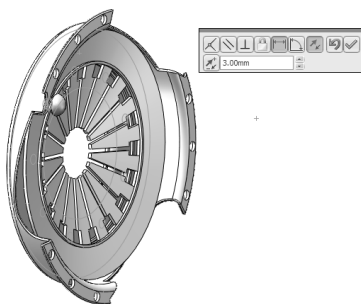

图 6-56 添加铆钉与离合器盖内面的距离配合约束
STEP 11 添加铆钉杆面与离合器盖内表面的距离为“3mm”，如图 6-56 所示（由于铆钉没有螺帽，所以此处只能添加此种配合关系，实际分析时，可根据需要设置配合距离）。